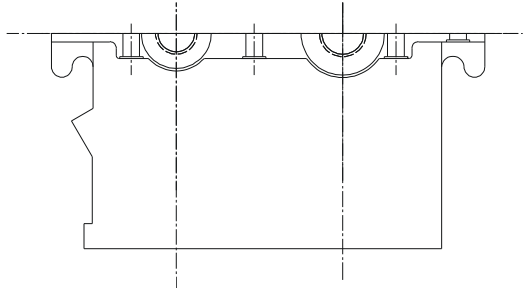

图 8-3-10
STEP 12 把偏移 3 而得的圆弧多余的部分剪切掉，从而形成了箱体的凸台，效果如图 8-3-10 所示。